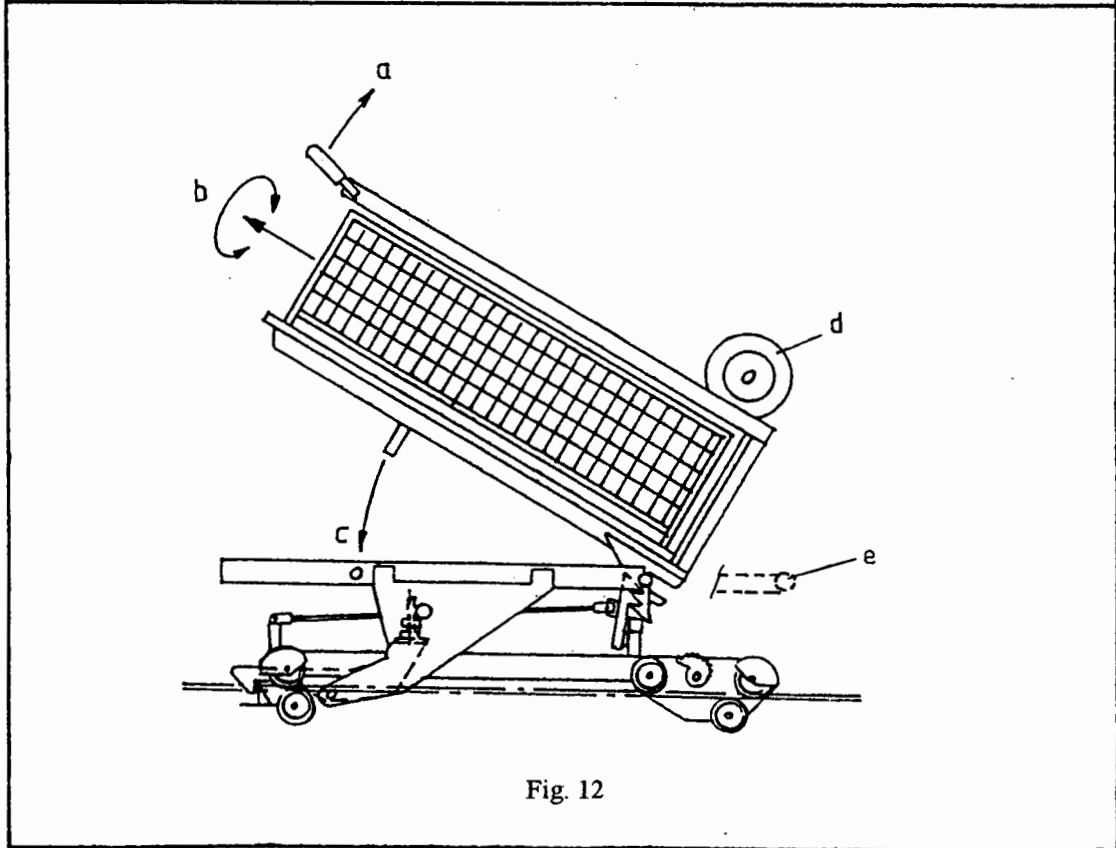

Fig. 12
- * Um eine tiefere Beladungshöhe zu erreichen kann die Oberrahmenverlängerung am Oberahmen des Schlittens eingehängt werden (Fig. 12 e).